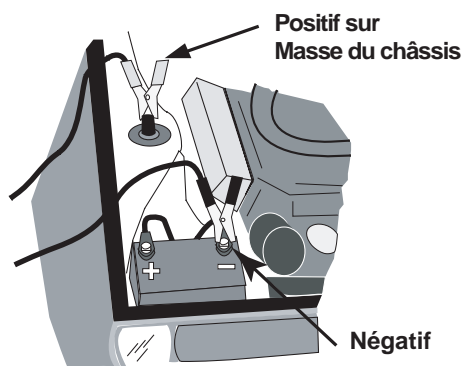

Figure B.4 – Masse Positive
2. Raccorder la pince NÉGATIVE (noire) du chargeur de batterie sur une pièce métallique épaisse du châssis du véhicule ou du bloc du moteur loin de la batterie. NE PAS raccorder la pince NÉGATIVE (N) (noire) du chargeur sur la terminale NÉGATIVE de la batterie, le carburateur, les tuyaux à combustible ou les pièces en tôle.
b. Véhicules à masse positive (voir la Figure B.4)